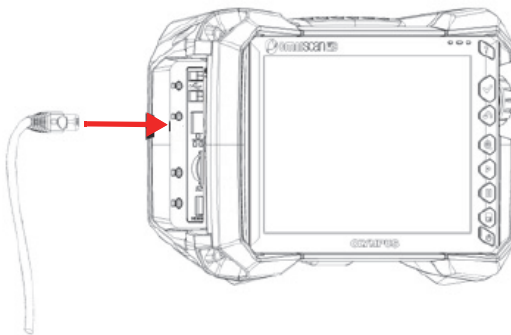

图 2-10 将一条电缆插入到其端口中
2. 将以太网、USB和/或HDMI延长线连接到适当的端口中（参见第36页的图 2-10）。